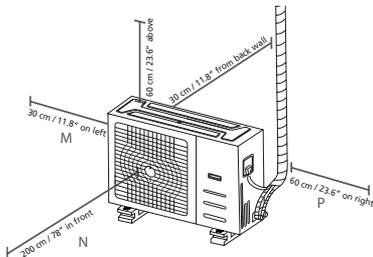

Fig. 5.6
**NOTA:** La distancia mínima entre la unidad exterior y las paredes descritas en la Guía de instalación no se aplica a las habitaciones herméticas. Asegúrese de mantener la unidad sin obstrucciones en al menos dos de las tres direcciones (M, N, P) (Ver Fig. 5.6)